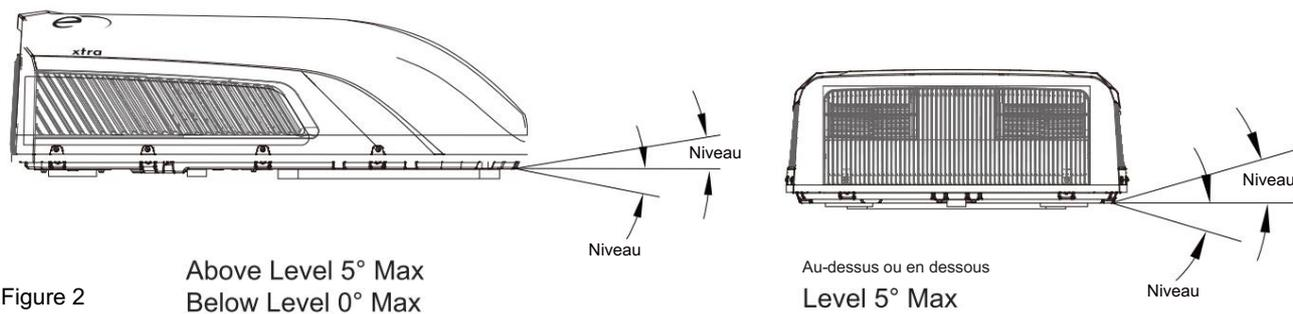

Figure 2
1. Le climatiseur de toit doit être monté sur une surface plane d'avant en arrière et d'un côté à l'autre lorsque le véhicule est garé sur une surface plane. La figure 2 montre les degrés maximum autorisés pour le montage de l'unité au-dessus ou en dessous du niveau du sol.